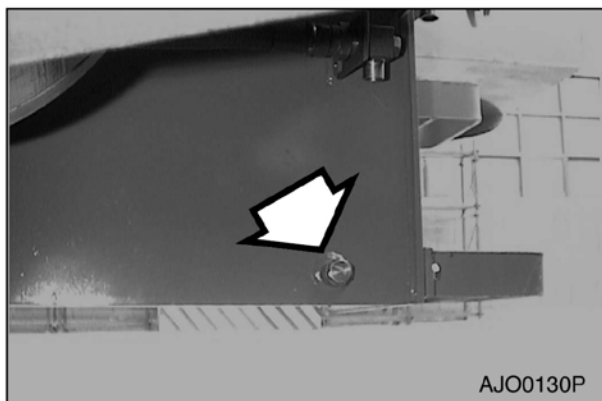
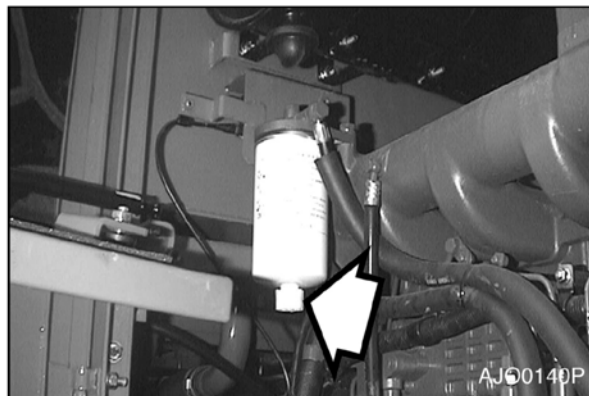

Рис. 18
Рис. 19
1. Откройте сливной клапан топливного бака. См. рис. 18. Слить воду и осадок из топливного бака. Открыть также сливы первичного и вторичного топливных фильтров и слить воду и осадок. См. рис. 19. Собрать слив в емкость. Надлежащим образом утилизировать слив.